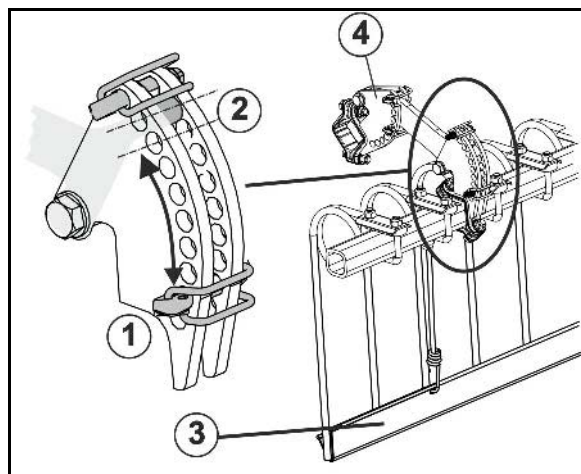

Bild 46
- Montera trafiksäkerhetsskydd (Bild 46/3).
- Fixera pinnarna med positioneringsbultar (Bild 46/1) i position 2.